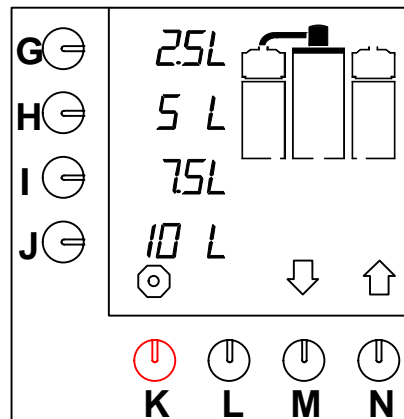

Abb. 6 Ausgangsbildschirm
- Die Kontrollleuchte im Schalter schaltet sich ein. Die Standardwahlmöglichkeiten erscheinen auf dem Display (Abb.6).